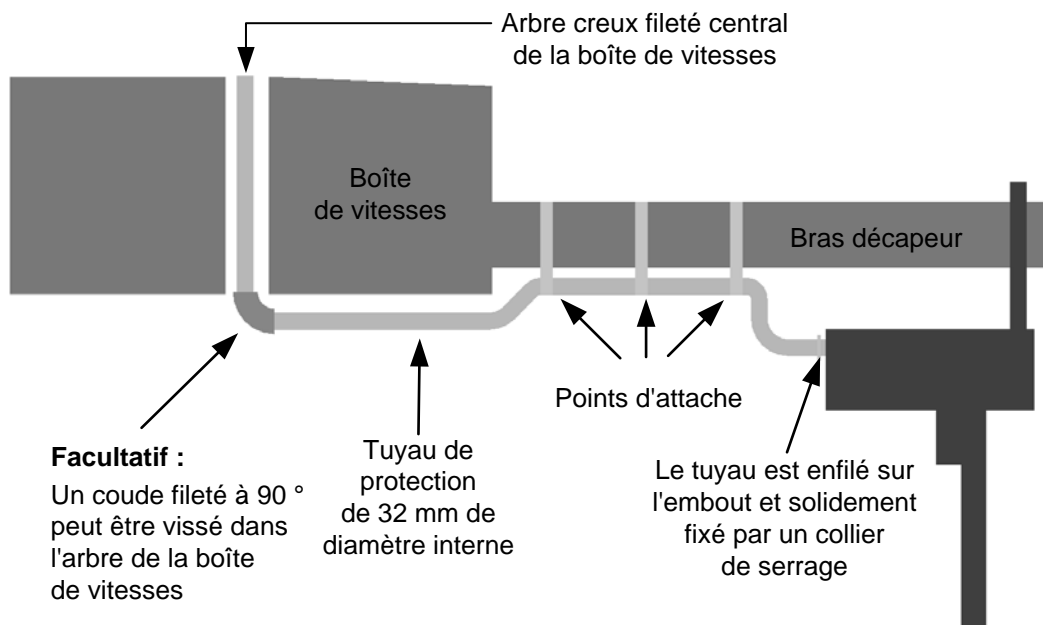

Figure 21: Fixation du câble en cas de dégagement correct
- Des courroies métalliques doivent être soudées ou boulonnées de manière à fixer le tuyau en caoutchouc et le câble sur des points d'attache sécurisés. Détails suggérés en Figure 21.